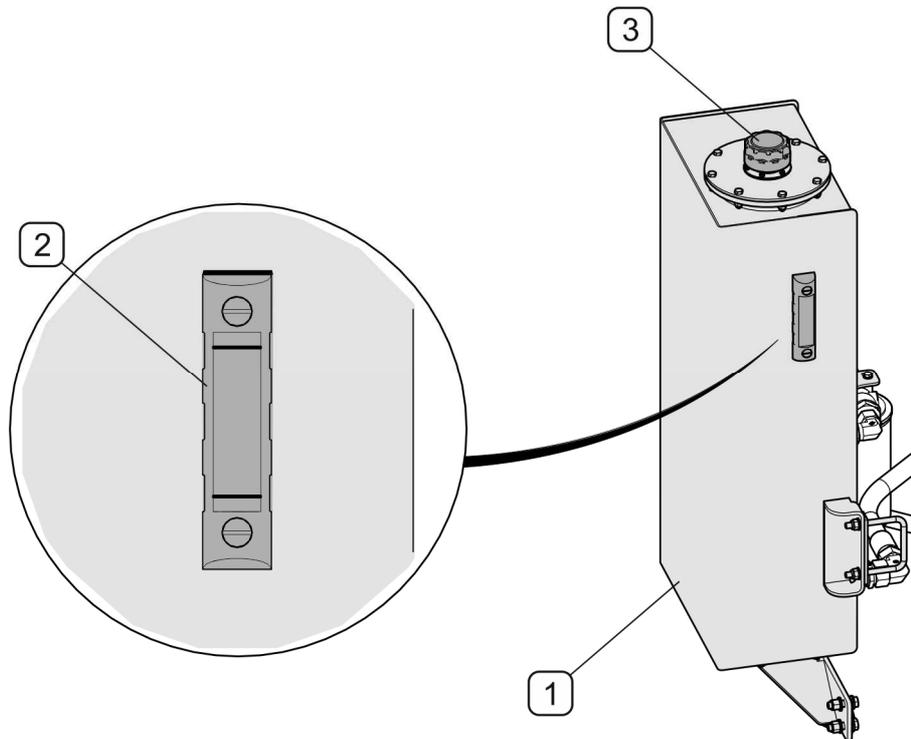

ABBILDUNG 4.1 Kontrolle des Hydraulikölstands
- Auf der Ölstandsanzeige (2) den Hydraulikölstand prüfen (ABBILDUNG 4.1)
- Wenn der Ölstand zu niedrig ist, muss der Verschluss (3) abgeschraubt und Öl nachgefüllt werden.